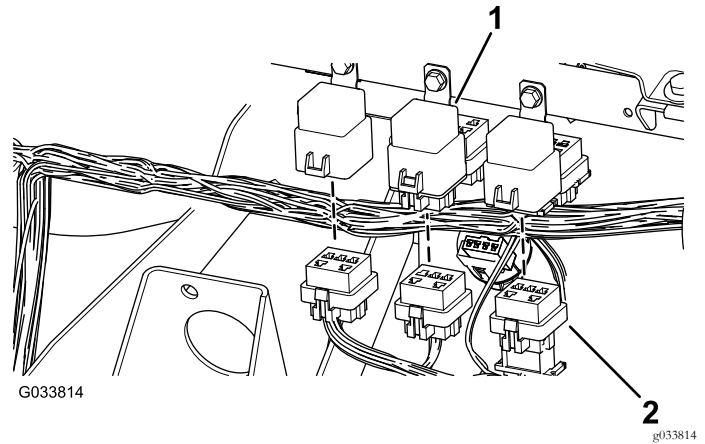

Figura 8
2. Conecte los conectores del arnés de cables a los 3 relés (Figura 8).